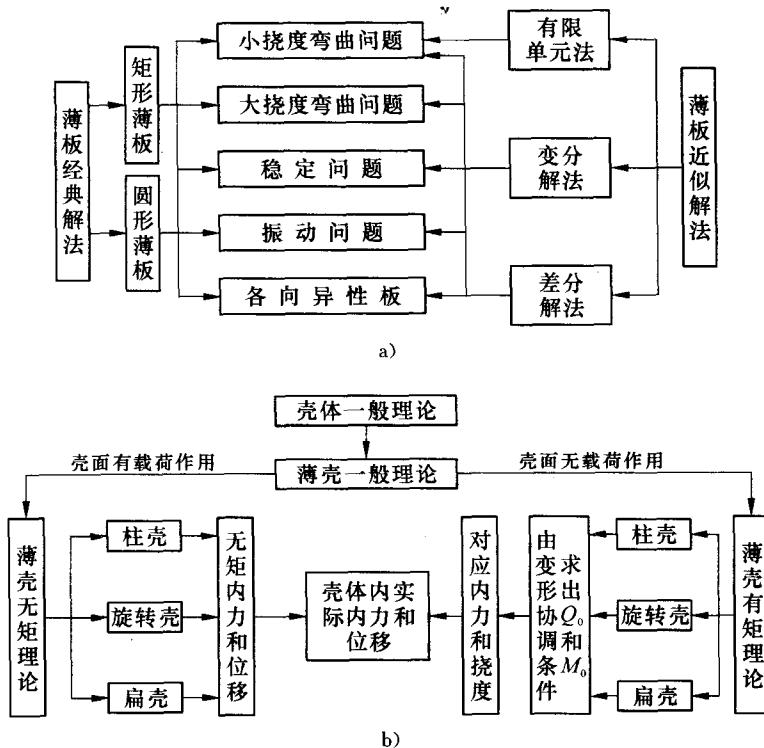

图 1-1 板壳力学重点内容示意
- 为便于读者学习,现将本课程主体内容划分为薄板与薄壳两大部分,且将各部分所包含的主要内容、知识点及互相间的关联以框图形式示于图 1-1。